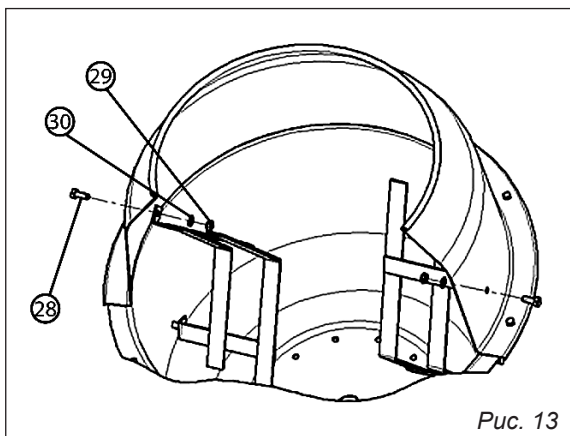

Рис. 13
6.8. Закрепление лопаток к верхней половине бака (рис. 13)